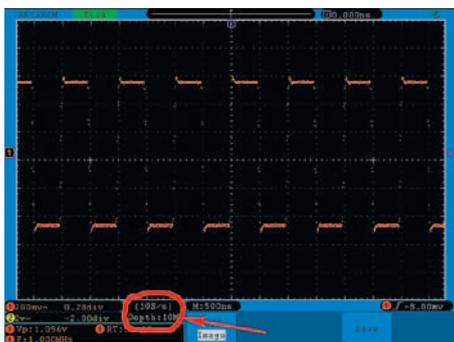

Рис. 24. Индикация глубины памяти в осциллографах ADS-2xx1M(MV)
Естественно, не всегда и не везде есть необходимость работать с глубиной записи 10 миллионов точек, поэтому в ADS-2xx1M(MV) предусмотрена возможность выбора необходимого объема глубины записи из шести вариантов: 1000 точек, 10 К, 100 К, 1 М, 10 М точек. Есть и еще одна интересная и полезная особенность, о которой следует сказать в данной статье: объем глубины записи и реальная частота дискретизации отображается в отдельной экранной области и всегда доступна (рис. 24). Это важно еще и потому, что в большинстве осциллографов наблюдать какая частота дискретизации соответствует реальной развертке — не представляется возможным.